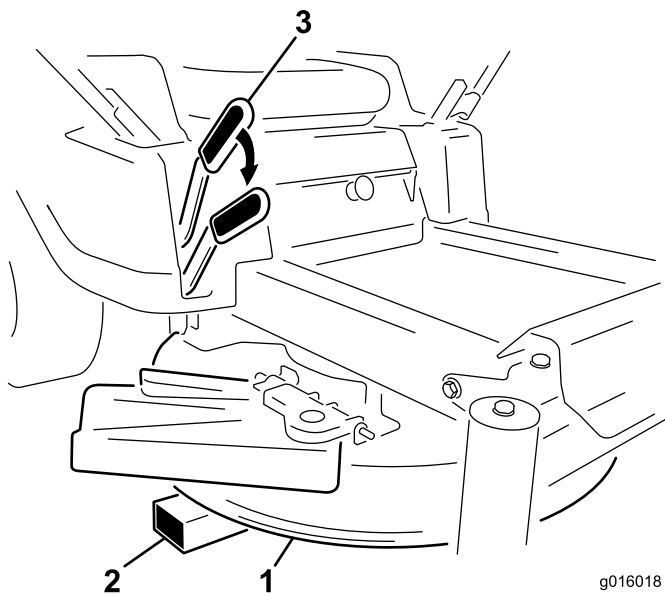

Figura 1
3. Eleve la carcasa a la altura de corte más alta. Coloque bloques debajo de la carcasa para apoyarla en la posición de altura de corte más baja, o la segunda más baja (Figura 1).
4. Baje la carcasa hasta que descansa sobre los bloques (Figura 1). Esto le permitirá retirar con seguridad la palanca de elevación de la altura de corte.